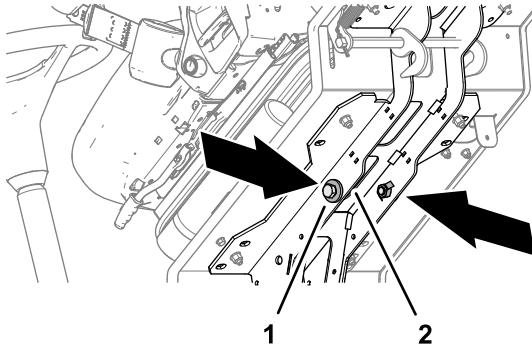

Figure 42
- Retirez les 2 boulons (12 x 40 mm) et les 2 rondelles (12 mm) qui sont rangés dans les longerons de support de la plate-forme (Figure 42).